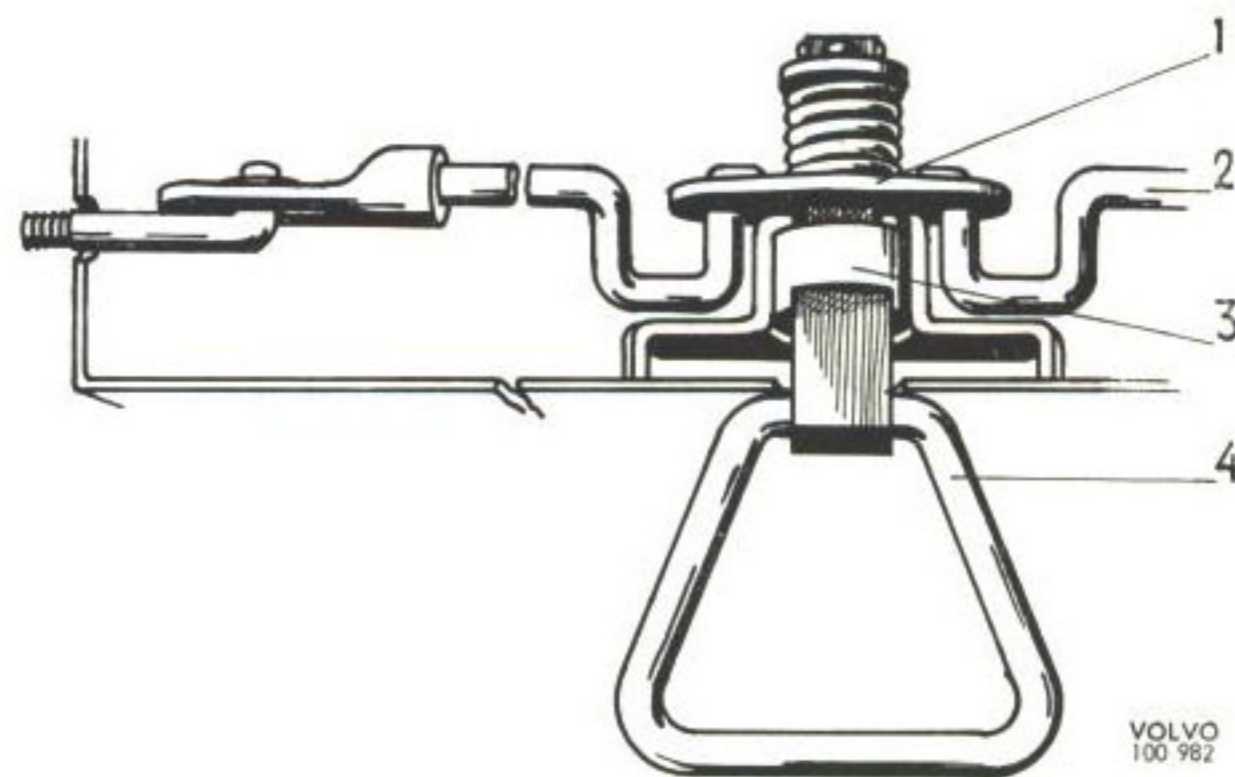

Bild 11. Spärranordning, baksäte Herrgårdsvagn
Ryggstödet består av en ryggplåt, som uppbär gum-miband. Stoppning utgöres av skumplast och klädseln är textilturen vinyl. Ryggplåten är på baksidan försedd med matta och utgör i nedfällt läge förlängning av golvet i lastutrymmet. Ryggen spärras i uppfällt läge av en fjäderbelastad spärranordning, se bild 11, vars handtag (4) via en excenter (1) och dragstänger (2) påverkar låspinnarna. Ryggstödet vilar i nedre hörnen på dels en fast, dels (vänster sida) en fjädrande spärrtapp.